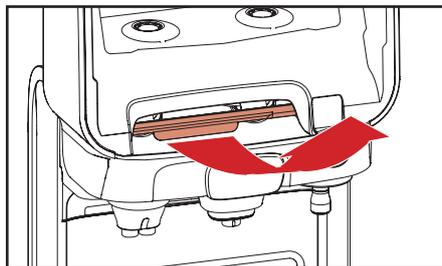

图 5.5 - 拉红色扣板
3. 拉红色释放开关，打开插座盒 (图5.5)。
- a. 拉动红色扣板这样就可以打出口保护盖（图.5.5）。